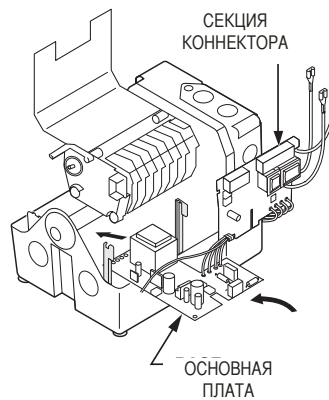

Рис. 19
4. Со стороны блока контактных датчиков установите плату в нижнюю часть корзины. См. Рис. 19